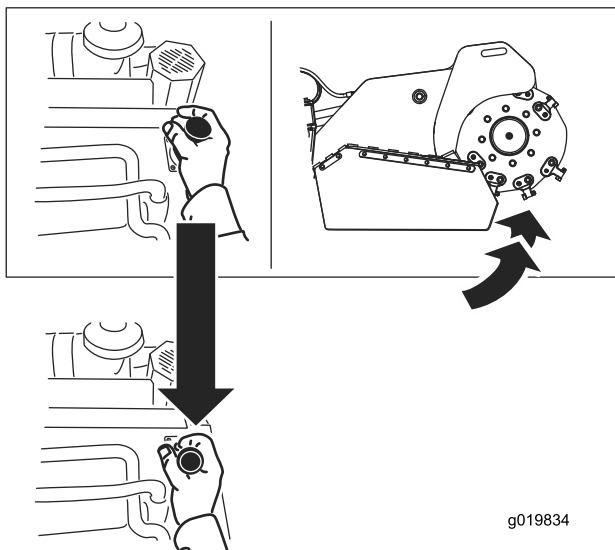

Figura 14
- Para levantar o triturador, puxe a alavanca para trás (Figura 14).